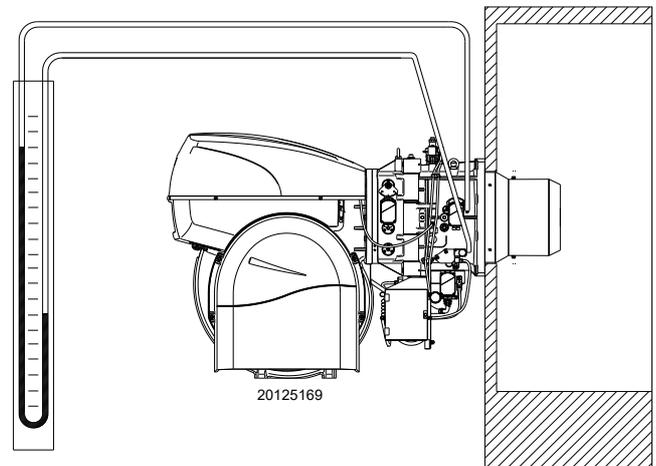

Abb. 38
- Montieren Sie ein U-Rohr-Manometer oder einen Differenzdruckmesser (Abb. 38), mit Entnahmestelle (+) am Gasdruck der Muffe und (-) in der Brennkammer. Damit soll annäherungsweise die Höchstleistung des Brenners ermittelt werden.
Das U-Rohr-Manometer (Abb. 38) zeigt den Gaseintritt an der Muffe an.